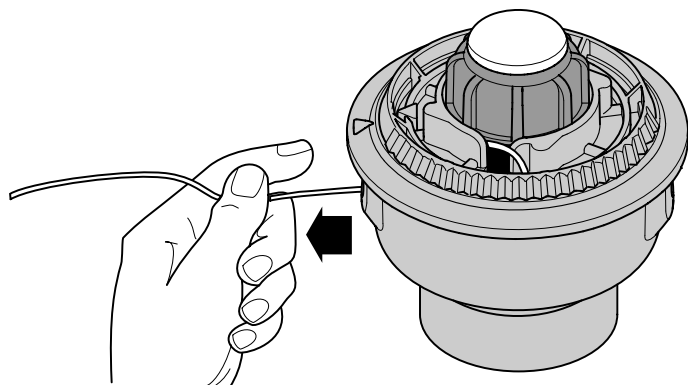

Fig. 39
6. Tirez le fil de la bobine extérieure jusqu'à ce qu'il soit bien serré contre le moulinet intérieur (Fig. 39).